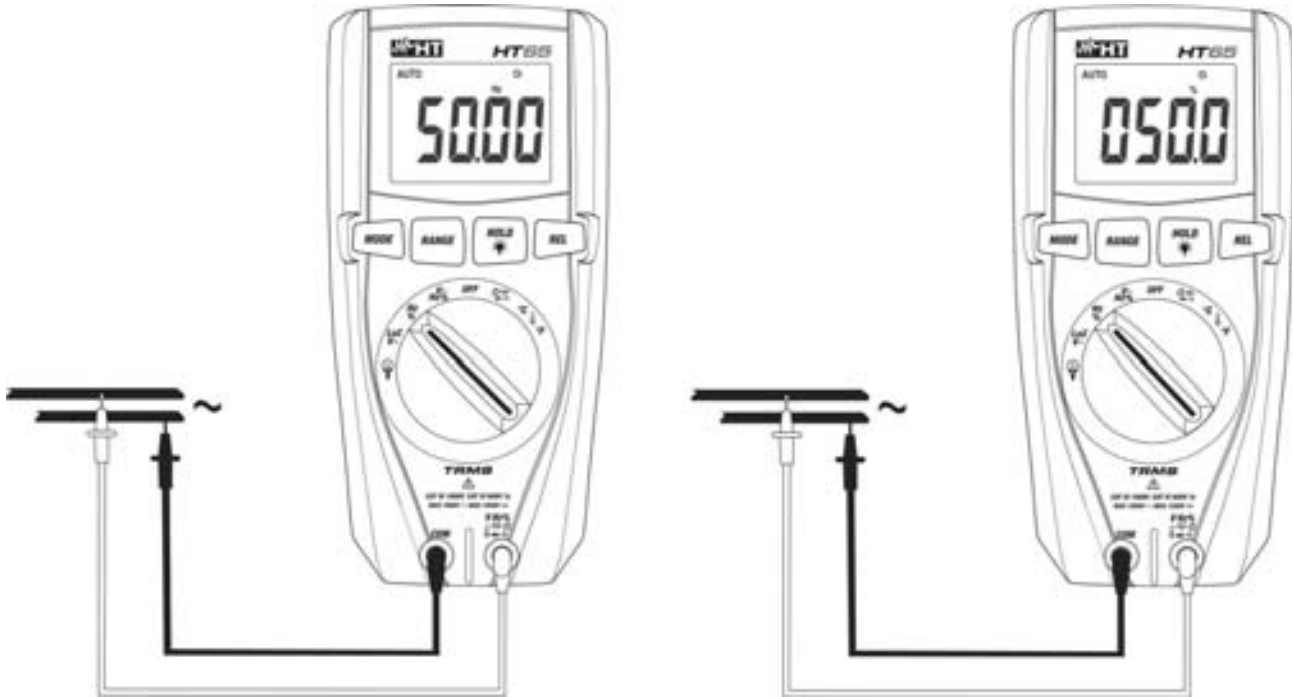

Fig. 5: Uso para a medição de Frequências e Ciclo de Trabalho (Duty Cycle)
4. Colocar a ponteira vermelha e a ponteira preta respetivamente nos pontos do circuito em exame (ver Fig. 5). O valor da frequência (Hz) ou Ciclo de Trabalho (Duty Cycle) (%) é apresentado no display